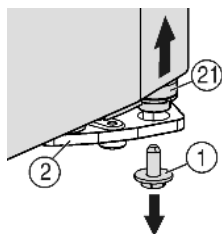
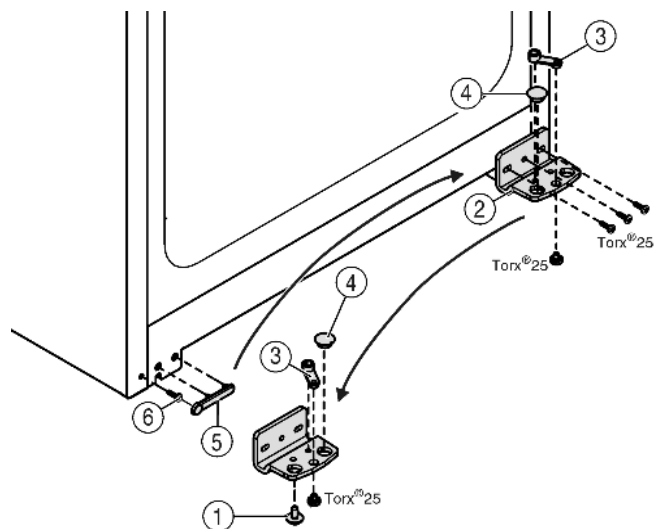

Fig. 5
Fig. 6
- ▶ Vpravo dole na stojanu ložiska vyšroubujte pojistný šroub Fig. 5 (1).
- ▷ Ložiskový čep Fig. 5 (21) se uvolní ze stojanu ložiska Fig. 6 (2).
- ▶ Pokud se ložiskový čep Fig. 5 (21) neuvolní, vytlačte čep zdola.
- ▶ Našroubujte stojan ložiska Fig. 6 (2).
- ▶ Našroubujte ložiskový díl Fig. 6 (3) a přemístěte do protilehlého upínacího otvoru stojanu ložiska, opět přišroubujte.
- ▶ Vyjměte ze stojanu ložiska zátku Fig. 6 (4) a nasadte do protilehlého upínacího otvoru stojanu ložiska.
- ▶ Opatrně zvedněte kryt Fig. 6 (5) na straně madla.
- ▶ Vyšroubujte šroub Fig. 6 (6) a na protější straně ho opět nasadte.
- ▶ Kryt Fig. 6 (5) opět nasadte.
- ▶ Přišroubujte opět stojan ložiska Fig. 6 (2) na novou stranu závěsu (silou 4 Nm), příp. pomocí akumulátorového šroubováku.
- ▶ Zašroubujte a dotáhněte pojistný šroub Fig. 5 (1) dole do ložiskového čepu (**silou 4 Nm**).